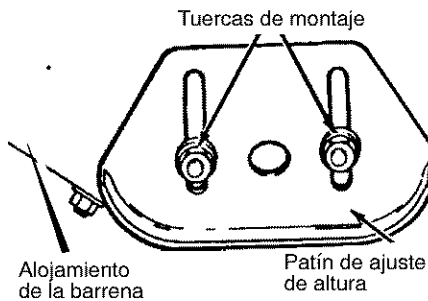

Figura 93
Este quitanieves está equipado con dos patines de ajuste de altura, ubicados en el lado exterior del alojamiento de la barrena. Vea la Figura 93.
4. Afloje las tuercas de montaje que sujetan los patines de ajuste de altura. Para bajar la parte delantera del quitanieves, suba los patines. Apriete las tuercas de montaje. Vea la Figura 93.